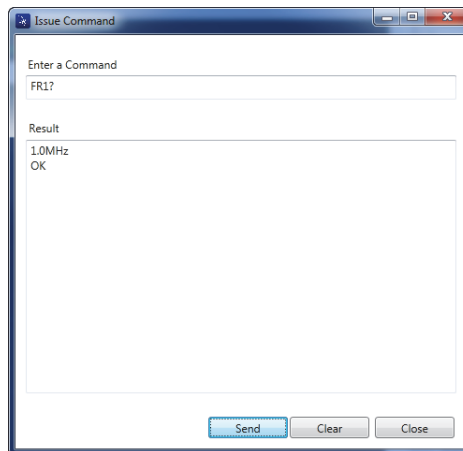

Figura 7-13 La finestra di dialogo Issue Command
Si apre la finestra di dialogo **Issue Command** (Figura 7-13 a pagina 199).
2. Nella finestra di dialogo **Issue Command**, inserire un comando (vedere Figura 7-13 a pagina 199).
3. Nella finestra di dialogo **Issue Command**, cliccare su **Send** (invia) [vedere Figura 7-13 a pagina 199].